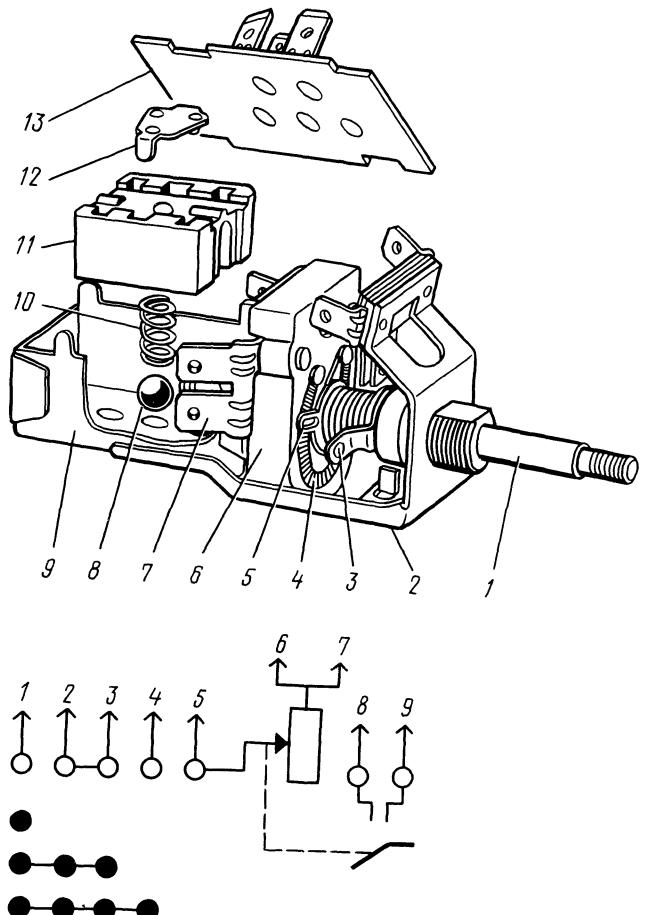

Рис. 233. Центральный переключатель цвета и его схема:
**Центральный переключатель света 41.3709** (рис. 233) имеет три фиксированных положения. При перемещении штока он должен четко фиксироваться. Усилие перемещения штока должно быть в пределах 2—4 даН (2—4 кгс).